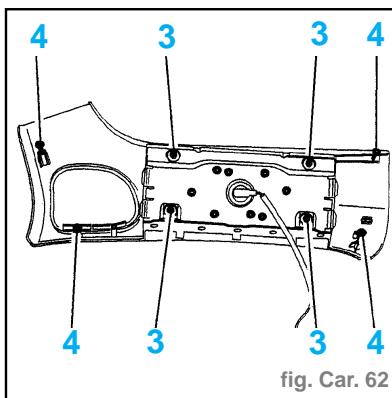

fig. Car. 62
- Déposer (fig. Car. 62) :
- les vis (4)
- les écrous (3)